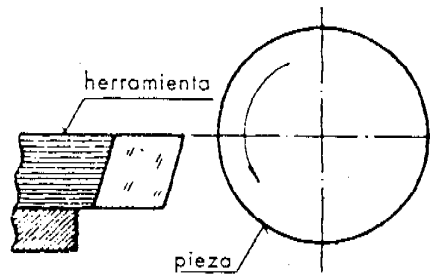

Figura 4
- a. Ubique el filo de la herramienta a la altura del centro del material ( Figura 4 ).